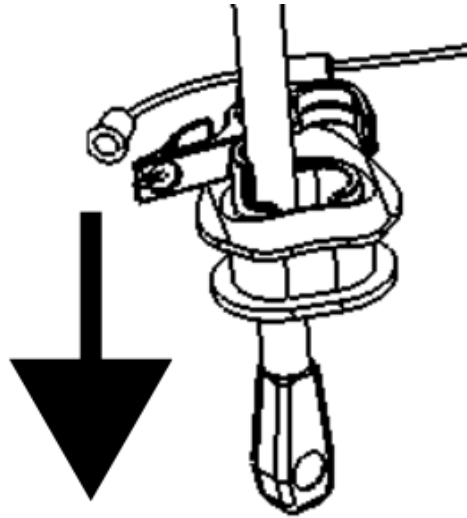

Fig. 7
6. Insert TEE probe (see Fig. 7)